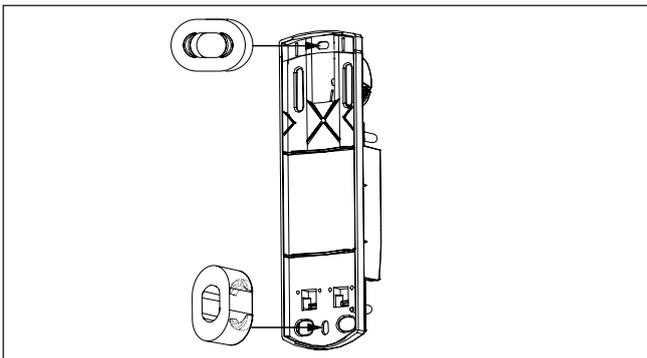

Abb. 2 Einclipsen der separaten Abstandhalter ins Schraubloch
- ▶ 2 Abstandhalter für Wand- und Deckenmontage (Abb. 2)
- Für Wand- und Deckenmontage liegen separate Abstandhalter bei. Dies verhindert ein Reißen und Verformen des Kunststoffs (Abb. 2) am Schraubloch.
- Clipsen Sie einen der beiliegenden Abstandhalter in das Schraubloch ein (waagrecht oder senkrecht, Abb. 2).